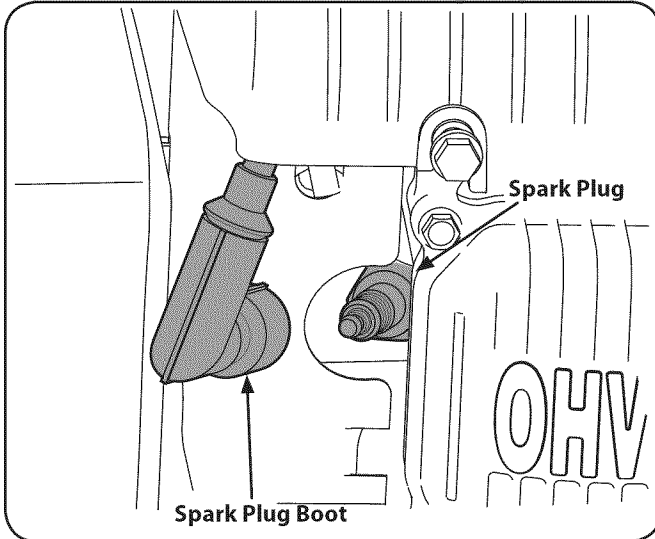

Figure 46
1. Retire la bujía y utilice una llave de bujía para desconectar el enchufe. Vea la Figure 46.